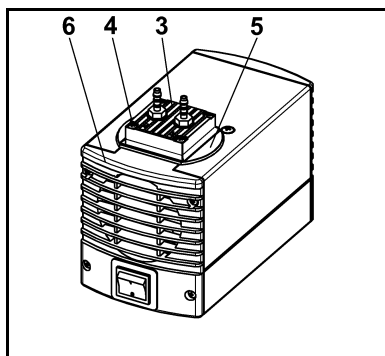
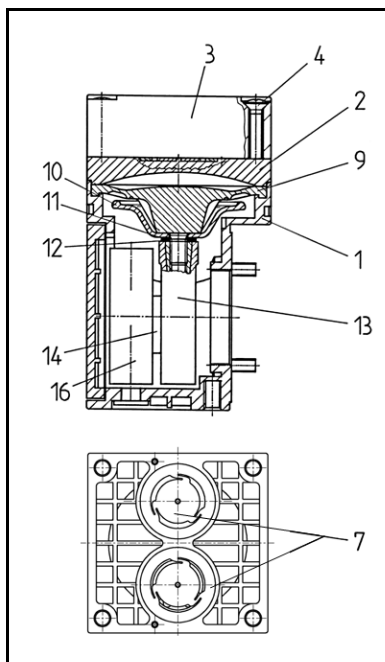

Fig. 5 : Démontant la tête de pompe
Fig. 6 : Tête de pompe
1. Repérer le couvercle de tête (fig. 5/3), la plaque de protection (5) et le couvercle de corps (6) d'un trait continu au crayon. Cela permettra d'éviter un mauvais positionnement des pièces lors du remontage de la pompe.
2. Dévisser les quatre vis du couvercle de tête (4) et démonter le couvercle de tête (3) en même temps que la plaque de protection (5) hors du corps de pompe.
3. Repérer la culasse (fig. 6/2) et le corps (1) d'un trait continu au crayon.
4. Retirer la culasse (2) du corps (1).
1. Retirer de la culasse (fig. 6/2) les plaques soupapes/joints (7).
2. Vérifier l'état de propreté des logements, de la culasse (2) et du couvercle de tête (3) et remplacer ces pièces en cas d'inégalités et de rayures.
3. Positionner les nouvelles plaques soupapes/joints (7) dans les logements au niveau de la culasse (2) ; les plaques soupapes/joints du côté de l'aspiration et du refoulement sont identiques et il en va de même pour le côté supérieur et le côté inférieur des plaques soupapes/joints.
4. Vérifier que le montage des plaques soupapes/joints (7) est libre de toute contrainte en leur appliquant un léger mouvement horizontal.